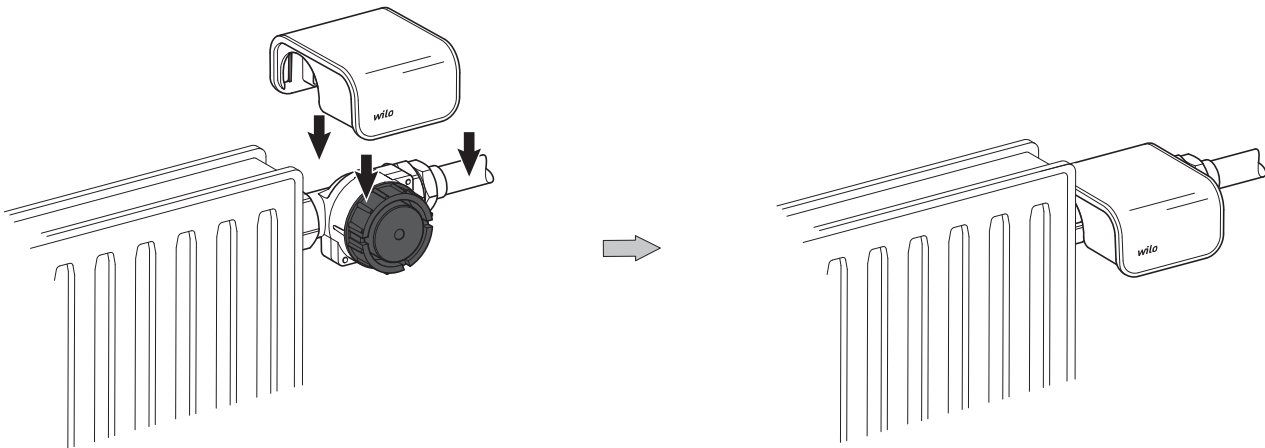

Fig. 17-1: Geniux Design Cover S für Pumpe/Adapter Set Radiator (Vorlaufadapter)
- Das Geniux Design Cover S für Pumpe/Adapter Set Radiator gemäß Fig. 17-1 auf den Vorlaufadapter aufstecken.